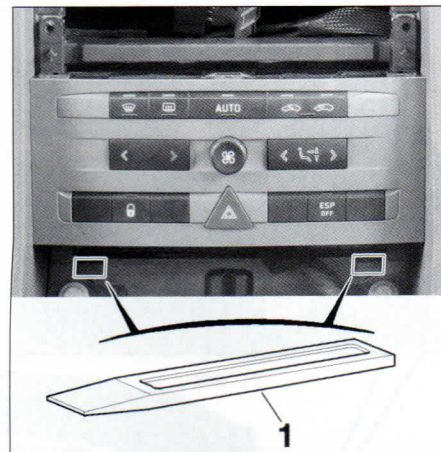

FIG. 15
- el panel de mando de climatización desenchajándolo con el útil [1] (fig. 15).